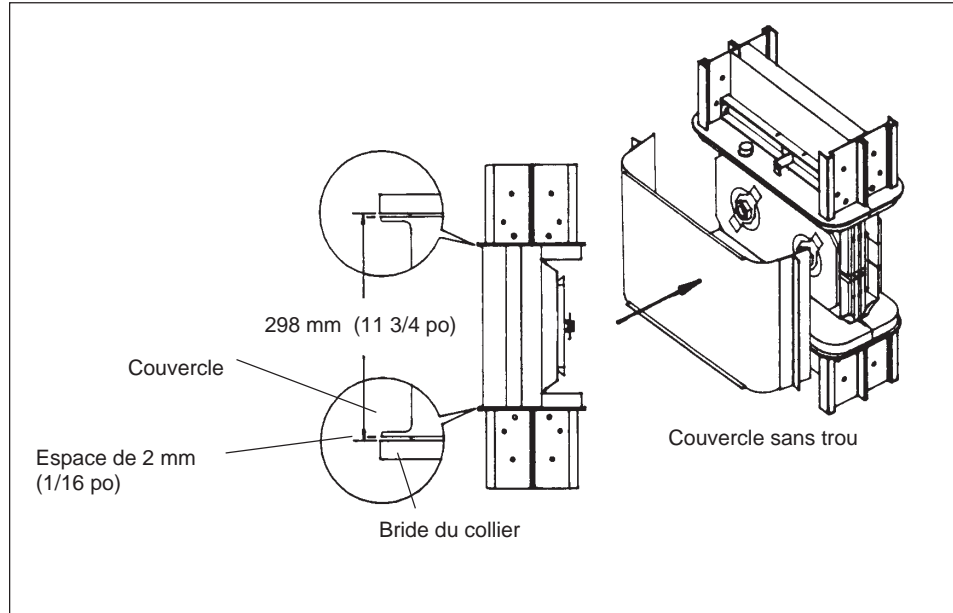

Figure 20
2. Aligner la jonction à l'aide du couvercle (figure 20).
Pour l'alignement, utiliser le couvercle sans trou. Vérifier les dimensions indiquées à la figure 20. Laisser un espace de 2 mm (1/16 po) entre le couvercle et la bride du collier. (Laisser le couvercle en place afin de faciliter les étapes suivantes).
Laisser le couvercle en place pendant le serrage des boulons de la jonction afin d'assurer le bon alignement indiqué à la figure 20. Serrer à l'aide d'une clé avec une manche d'au moins 45,7 cm (18 po) jusqu'à ce que la tête du boulon VISI-TITE se brise et que le disque rouge tombe. Retirer le couvercle.